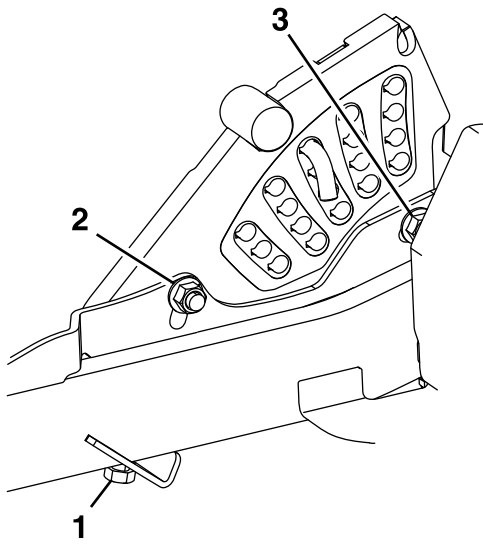

Bild 78
11. Wenn die vier Einstellvorrichtungen des Mähwerks nicht ausreichend eingestellt sind, um die genaue Schnitthöhe mit dem gewünschten Rechen zu erreichen, können Sie die zentrale Einstellsystem (Bild 78) einstellen.
12. Um das zentrale Einstellsystem einzustellen, lösen Sie zunächst die vorderen und hinteren Befestigungsschrauben für die Höhenverstellplatte (Bild 78).
14. Ziehen Sie die zwei Schrauben unten an der Schnitthöhenplatte an (Bild 78).